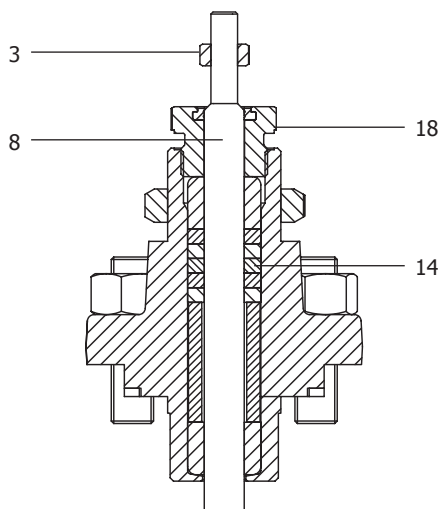

Рис. 8
- i. Соберите уплотнение штока как это изображено на рис. 8. Перед установкой колец уплотнения необходимо смазать шток силиконовой смазкой. Это же относится и к верхней направляющей втулки штока (16).
- j. Предварительно смазав шток силиконовой смазкой, установите нажимную гайку (18). Затяните ее рекомендуемым усилием (см. Таблицу 1, стр. 19).
- k. Установите стопорную гайку (3).
- l. Всегда используйте новую прокладку (4).